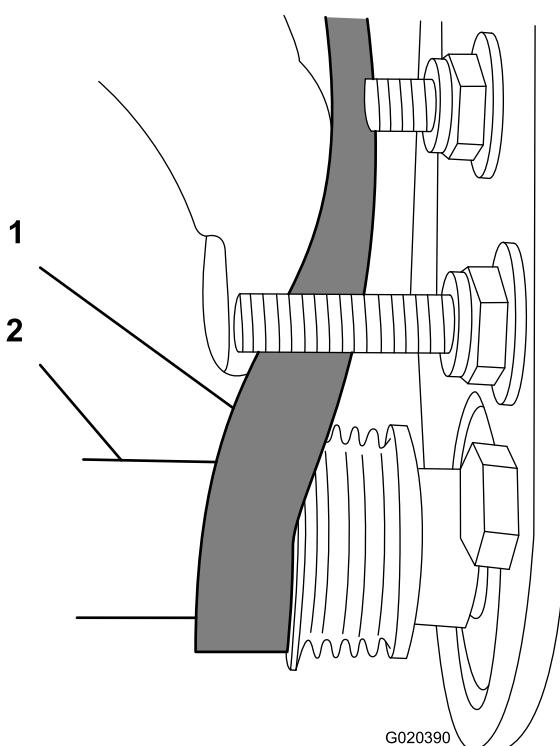

図 15
- 受動プーリからベルトを掛け始める図 15。
- 9/16" 深穴ソケットを使ってブラシアセンブリを回転させながら、ベルトを受動プーリに掛けまわす図 15。